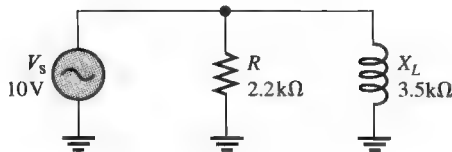

图 12-51
17. 试问图 12-51 中电路的导纳是多少?
18. 如果频率加倍, 试问图 12-51 中电路的导纳是多少?
20. 求图 12-51 中的总电流及各支路电流。
28. 试问图 12-51 中电路的功率因数是多少？